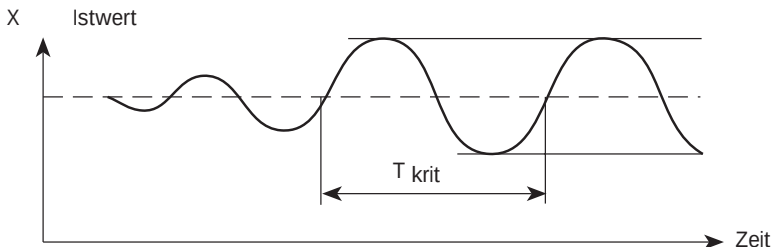

Bild 44: Verlauf der Regelgröße an der Stabilitätsgrenze
- K_p solange vergrößern, bis die Regelgröße eine ungedämpfte Dauerschwingung ausführt (Bild 44).